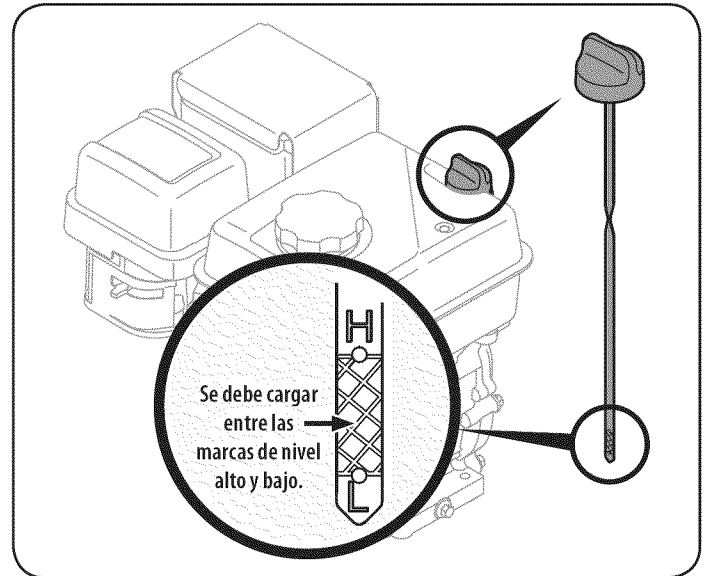

Figura 23
2. Saque la varilla del nivel de aceite. Vea la Figura 23.